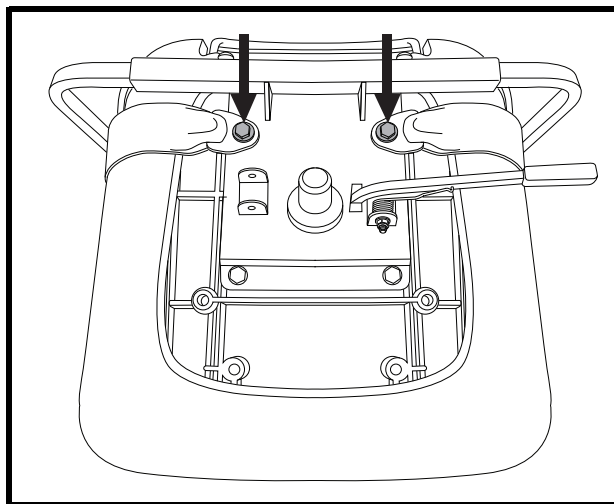

Figure 21. Boulons du Ceinture de positionnement
2. Placez le siège à l'envers pour faire face à sa base. **Voir la figure 21.**